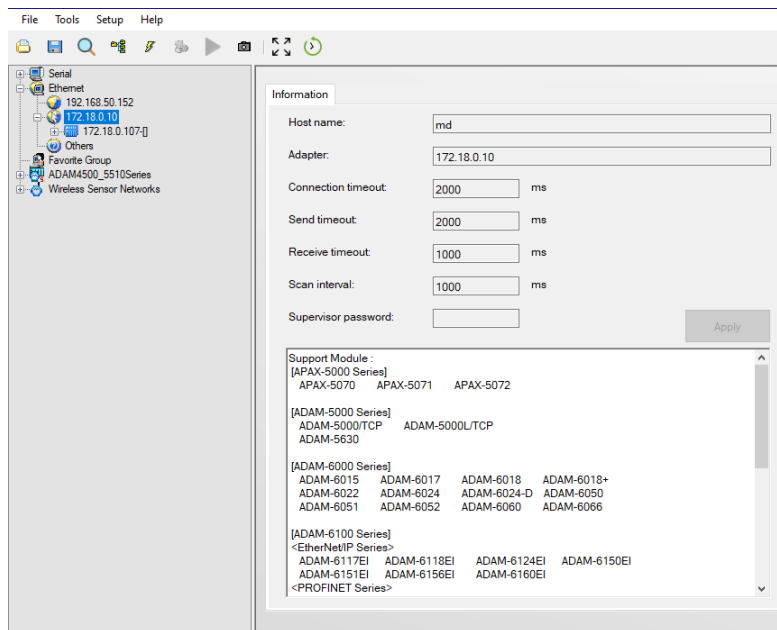

Рис. 2.13. Вікно програми ADAM APAX Utility з IP-адресою базового блоку ADAM-5000 - 172.18.0.107.
2.4.3. Натиснути на поле IP-адреси адаптера - 172.18.0.10, після чого з'явиться зображення IP-адреси базового блоку ADAM-5000 - 172.18.0.107 (рис. 2.13).